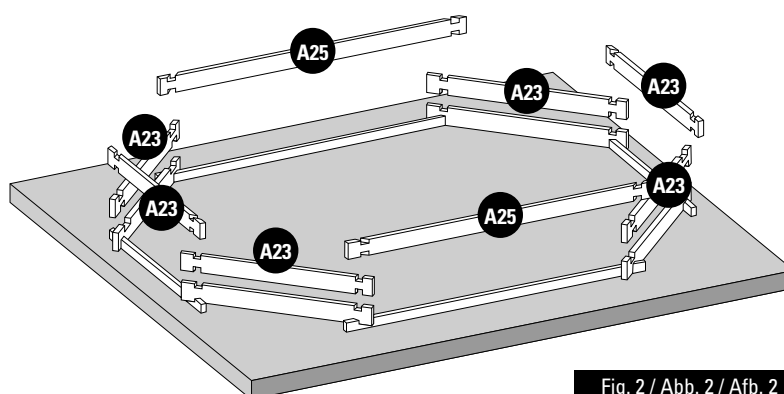

Fig. 2 / Abb. 2 / Afb. 2
**EN** **2nd LAYER OF BOARDS:** • Install the second layer of boards as shown in figure 2. • There is a wooden wedge in the structure packet to correctly assemble the boards. • Never directly hit against the boards. Do not hit them with anything metallic. This would inevitably damage the wood. • Try to correctly assemble the boards right from the start. There should not be any space between each layer of boards to avoid maladjustment of the higher boards.
**FR** **2ÈME RANGÉE DE MADRIERS :** • Positionnez les madriers de la deuxième rangée conformément à la figure 2. • De manière à emboîter correctement les madriers, une cale en bois est à votre disposition dans le colis de structure. • Ne pas taper directement sur les madriers. • Ne pas frapper avec une pièce métallique. Cela détériorerait le madrier irrémédiablement. • Veillez à emboîter bien à fond les madriers dès le départ. Il ne doit pas y avoir d'espace entre chaque rangée pour éviter un décalage au niveau des madriers supérieurs.
**DE** **2. BRETTERRIHE:** • Platzieren Sie die Bretter der zweiten Reihe laut Abb. 2. • Um die Bretter richtig anbringen zu können, finden Sie einen Holzkeil im Paket des Tragwerks. • Nicht direkt auf die Bretter klopfen. • Nicht mit einem Metallteil darauf klopfen. Es würde das Holz unabänderlich beschädigen. • Versuchen Sie, die Bretter von Anfang an tiefgehend ineinander zu fügen. Zwischen den Reihen darf kein Platz sein, um eine Fehlanpassung der oberen Bretter zu vermeiden.
**NL** **2ª RIJ PLANKEN:** • Plaats de planken van de tweede rij zoals aangegeven op afbeelding 2. • Om de planken correct te assembleren, zit er een houten wig in het pakket van het frame. • Sla niet direct op de planken. • Sla er niet direct op met metaal. Hierdoor raakt het hout onherstelbaar beschadigd. • Zorg ervoor dat de planken vanaf het begin stevig op elkaar aansluiten. Er mag geen ruimte tussen de rijen overblijven, om te voorkomen dat de bovenste houtdelen onregelmatig uitkomen.